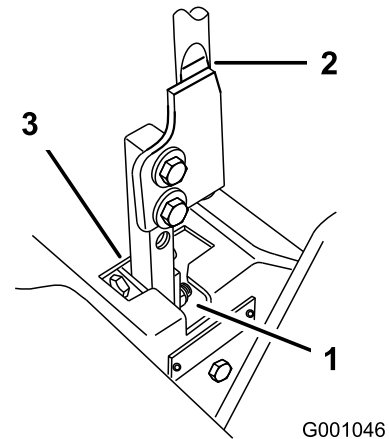

Bild 73
5. Schieben Sie den Hebel in die NEUTRAL-Stellung (nicht arretiert) (Bild 73).
6. Ziehen Sie den Hebel zurück, bis der Lastösenbolzen (am Arm unter dem Gelenkschaft) das Schlitzende berührt (und soeben Druck auf die Feder ausübt) (Bild 73).
7. Prüfen Sie, dass der Fahrtriebshebel relativ zur Kerbe im Armaturenbrett ist (Bild 73). Er sollte zentriert sein, sodass der Hebel nach außen in die ARRETIERTE NEUTRAL-Stellung gedreht werden kann.